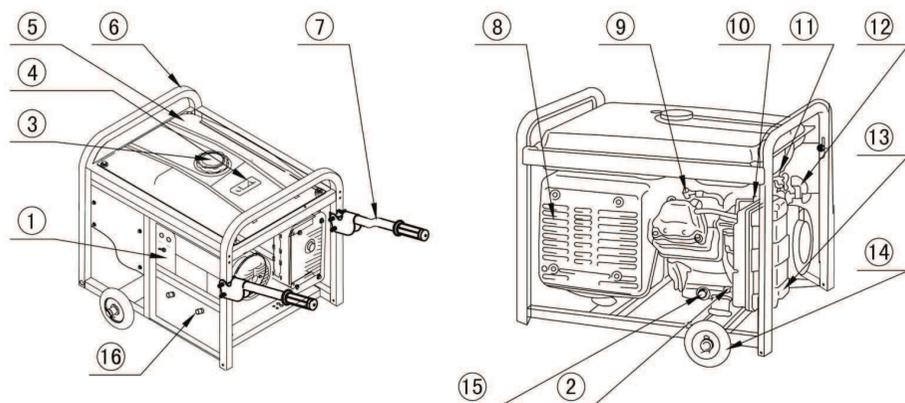

рис. 1
Общий вид генератора схематично представлен на рис. 1
Рис. 1: 1. Панель управления генератором. 2. Щуп - пробка заливного отверстия (масло). 3. Крышка бензобака. 4. Индикатор уровня топлива. 5. Бензобак. 6. Рама. 7. Рукоятки для транспортировки. 8. Глушитель. 9. Свеча зажигания. 10. Рычаг воздушной заслонки. 11. Топливный кран. 12. Ручка возвратного стартера. 13. Воздушный фильтр. 14. Колёса. 15. Пробка сливного отверстия. 16. Щиток с проводкой.
6.2.1 Вывинтить шуп 2 (рис. 1) и залить в картер масло соответствующего типа до нижнего края горловины. Вставить сухой чистый шуп в горловину картера и вынуть его. Проверить уровень масла: граница смоченной области шупа должна располагаться между отметками минимального и максимального уровней.
6.4.2. Для заправки необходимо снять крышку топливного бака 3 (рис. 1), под которой располагается топливный фильтр. Залить топливо через топливный фильтр посредством воронки. Не заполняйте топливный бак под горловину, Необходимо оставить около 2 см свободного пространства для циркуляции паров топлива.
6.5.2 Перевести топливный кран 11 (рис. 1) в положение “ON” (рис. 3).
6.5.3 Перевести рычаг управления воздушной заслонкой 10 (рис. 1) в крайнее левое положение при пуске холодного двигателя и в промежуточное при пуске прогретого двигателя.
6.5.5 Плавно вытяните до упора трос ручного стартера за ручку 12 (рис. 1) и верните в исходное положение.
6.5.8 После прогрева двигателя в течение времени около 10-40 секунд, в зависимости от начальной температуры, переведите рычаг воздушной заслонки **10** (рис. 1) в крайне правое положение, если при этом двигатель работает неустойчиво вернуть рычаг заслонки в прежнее положение и обеспечить завершение прогрева двигателя.
6.6.3 Закрыть топливный кран **11** (рис. 1).